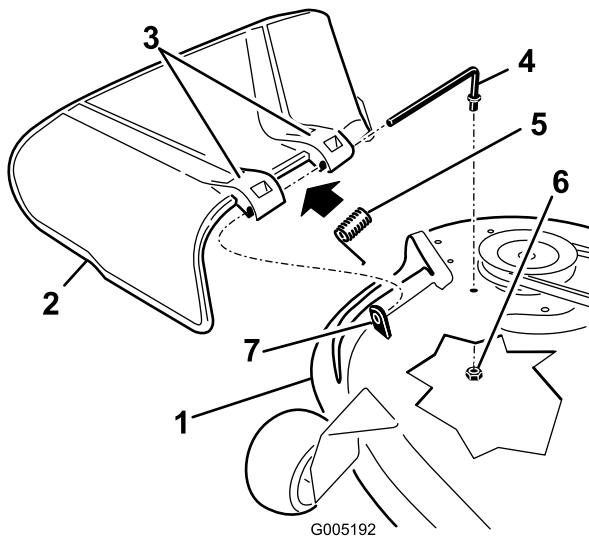

Figure 71
- Repérez les éléments illustrés à la Figure 71.
2. Retirez l'écrou (3/8 pouce) de la tige, sous le plateau de coupe (Figure 71).
3. Sortez la tige de la courte cheville de positionnement, du ressort et du déflecteur d'herbe (Figure 71). Déposez le déflecteur d'herbe s'il est endommagé ou usé.
4. Remettez en place le déflecteur d'herbe (Figure 71).
6. Placez le ressort sur la tige, les fils d'extrémité dirigés vers le bas, entre les supports du déflecteur d'herbe. Insérez la tige dans le deuxième support du déflecteur d'herbe (Figure 71).
7. Insérez la tige à l'avant du déflecteur dans la courte cheville de positionnement sur le plateau. Fixez l'extrémité arrière de la tige dans le plateau de coupe à l'aide d'un écrou (3/8 pouce) (Figure 71).